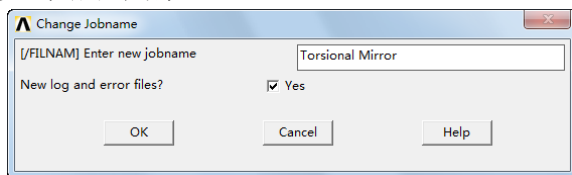

图 9-2 “Change Jobname”对话框
① 定义工作文件名：依次选择 Utility Menu → File → Change Jobname，会出现“Change Jobname”对话框，在对话框中输入工作文件名“Torsional Mirror”，并将“NEW log and error files?” 设置为“Yes”，如图 9-2 所示，单击“OK”按钮关闭对话框。